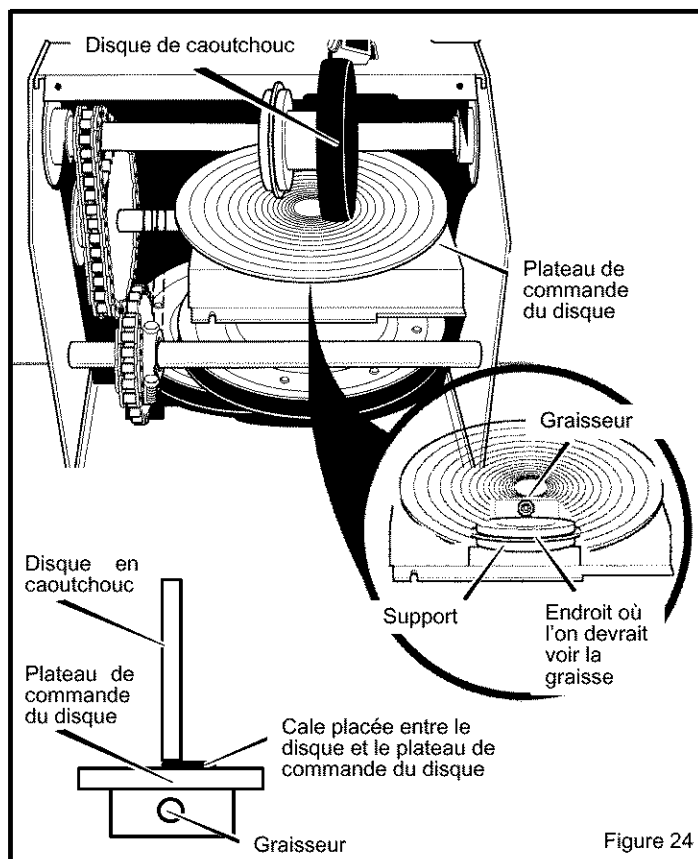

Figure 24
6. Faire tourner à la main le plateau de commande du disque de dessous dans le sens des aiguilles d'une montre jusqu'à ce que le graisseur soit bien visible au centre (Voir Figure 24).
8. Pour le graissage, utiliser un pistolet à graisse et de la graisse à haute température EP Moly. Voir les détails en Figure 24. **NE PAS** verser de quantité excessive d'huile et **ÉVITER** que de la graisse entre en contact avec le plateau de commande ou le disque car cela endommagerait le caoutchouc. Remplir le graisseur jusqu'à ce que la graisse apparaisse sous le support situé sous le graisseur.